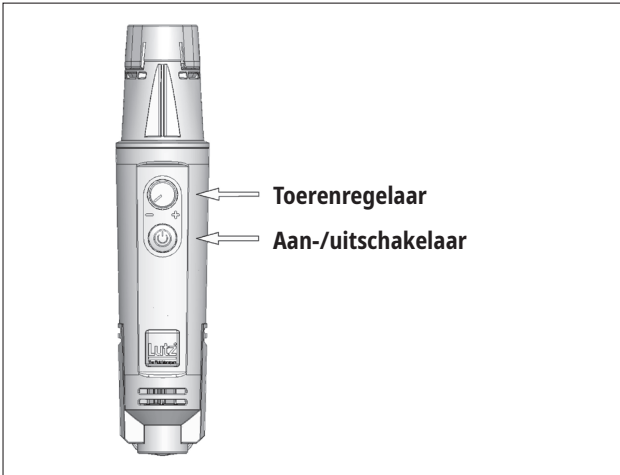

Fig. 7: Aan/uitschakelen en toerenregelaar
- ▶ Met het indrukken van de aan-/uit-schakelaar start de motor (→ Fig. 7). Druk na een langere pauze tweemaal op de aan / uit-schakelaar om de slaapmodus te verlaten. Tijdens het storingsvrij werken, is de aan-/uit-schakelaar continu verlicht.
- ▶ De vloeistofhoeveelheid kan door het verdraaien van de toerenregelaar verhoogd (met de klok mee) of verlaagd (tegen de klok in) worden (→ Fig. 7).